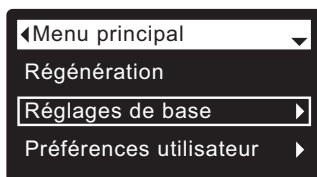

FIG. 49
1. À partir d'un écran d'état dynamique, appuyez sur le SÉLECTEUR (O) pour afficher le **Menu principal**.
2. Appuyez sur le bouton BAS (▼) pour faire défiler les options du menu et mettre en évidence **Réglages de base** (cf. Figure 49).